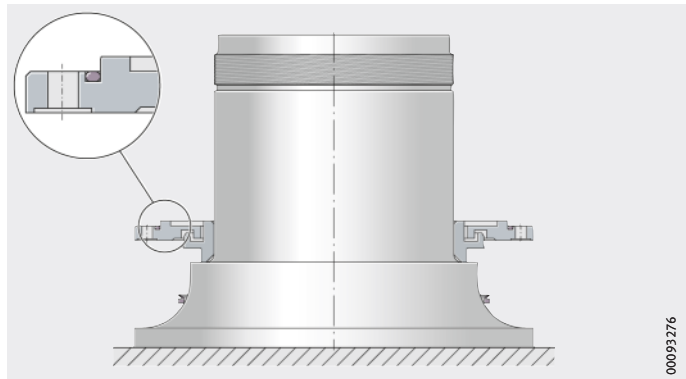

Bild 10
- ▶ Den rotorseitigen O-Ring befetten und in die Nut des rotorseitigen Gehäusedeckels einlegen, *Bild 10*.
- ▶ Den rotorseitigen Gehäusedeckel (mit dem eingelegten O-Ring) auf die Welle schieben und auf dem Labyrinthring ablegen, *Bild 10*.